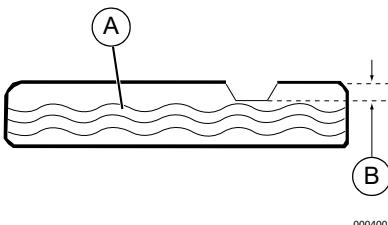

Figura 2-14. Añadir el combustible recomendado
4. Añada lentamente el combustible recomendado (A). No llene el depósito en exceso (B). Consulte la **Figura 2-14**.